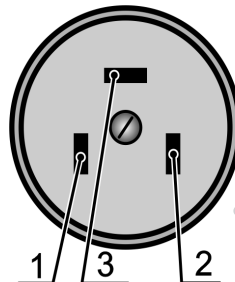

Рис. 18
- Для плит 5112 0112 подключение должно быть выполнено по схеме (рис. 18):